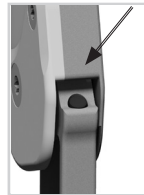

Fig. 24
- 1 Tournez l'articulation modulaire à l'envers et insérez l'amortisseur de la butée d'extension dans l'alésage (Fig. 24).